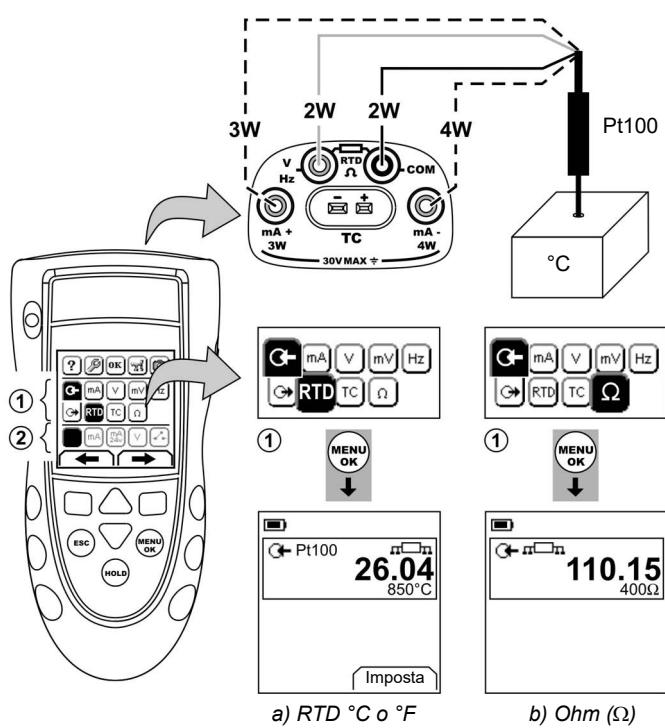

Figura 7: Esempio di configurazione – per misurare la temperatura o la resistenza
- Collegare lo strumento (Figura 7 / 8) e, se necessario, modificarne il Setup (Tabella 1).